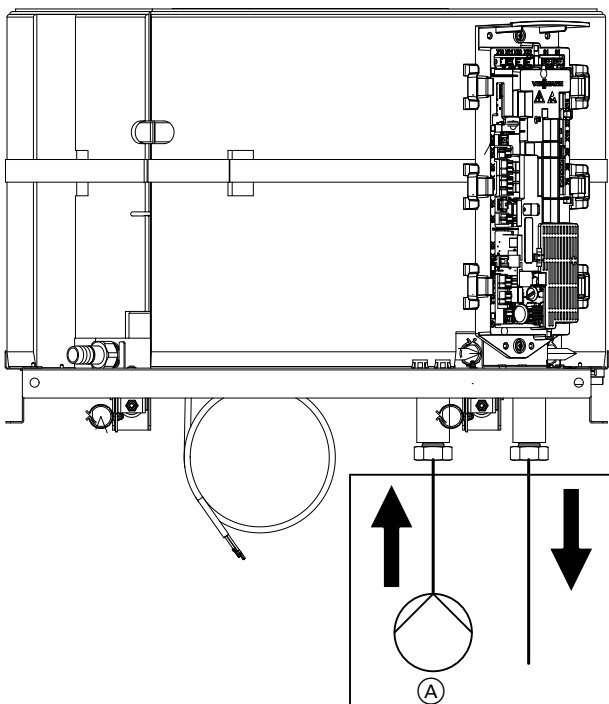

Abb. 38
2. Spülvorrichtung (A) an den Wasseranschluss montieren. Entgegen der normalen Fließrichtung spülen: Siehe Abb. 38.